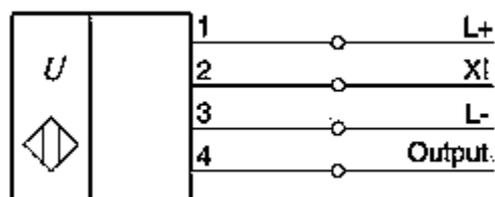

Рисунок 3.18 - Схема подключения датчика М30 К1
- М30 К1 – датчик типа ультразвуковой барьер с одним коммутирующим выходом. Дальность действия может устанавливаться от 5 до 150 см с помощью входа X1 (рис. 3.18).